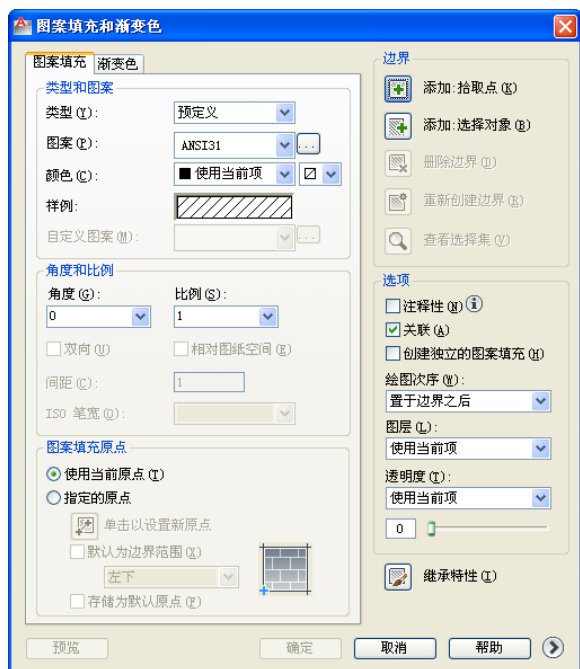

图 2-64 “图案填充和渐变色”对话框
(1) 切换到“AutoCAD 经典”工作空间并确保关闭功能区, 在工具栏中单击“图案填充”按钮, 或者在菜单栏中选择“绘图”→“图案填充”命令, 系统弹出如图 2-64 所示的“图案填充和渐变色”对话框。